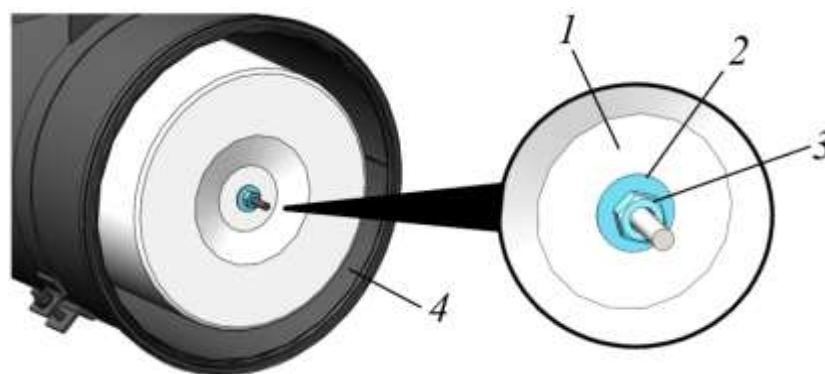

Рисунок 5.29. Извлечение основного фильтрующего элемента из корпуса фильтра
- ▶ Ключом (S=17) открутить гайку крепления фильтра 3, снять шайбу 2 и извлечь из корпуса фильтрующий элемент 1, рис. 5.29. **Вместо гайки 3 может устанавливаться гайка-барашек.**
- ▶ Установить новый фильтрующий элемент 1 в корпус фильтра 4, зафиксировать фильтр в корпусе используя шайбу с гайкой, рис. 5.29 .